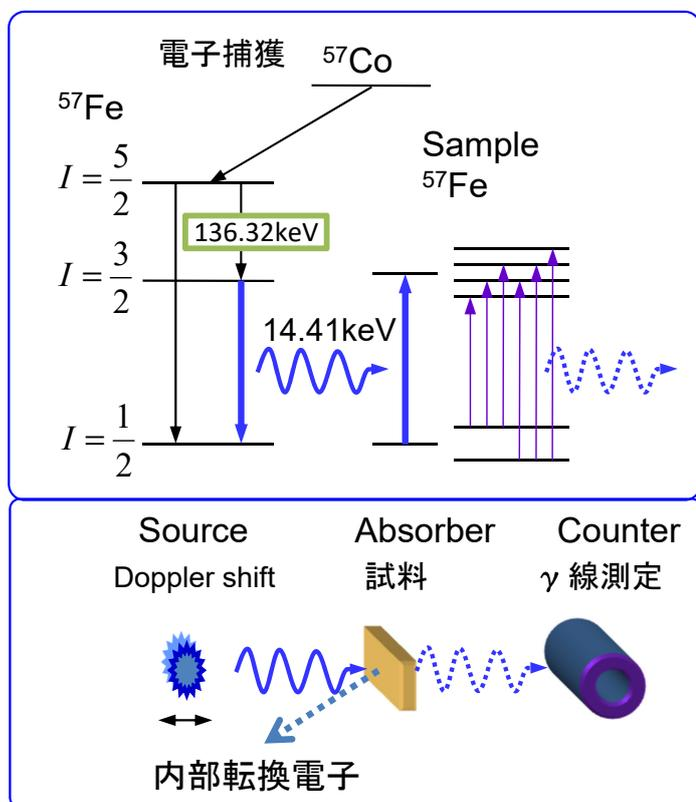
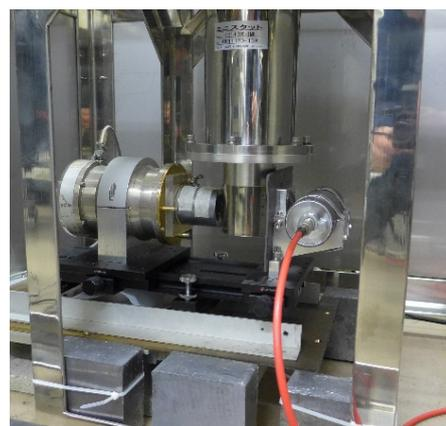

図1:  $^{57}\text{Fe}$ メスバウアー効果の測定原理
図2: メスバウアー効果測定装置(低温冷凍機)
**[原理]** メスバウアー効果とは、固体中の原子核がエネルギーの損失なしに $\gamma$ 線を放出・吸収する現象であり、特定の原子核について観測されています。 $\gamma$ 線源(Source)をドップラー効果により $\gamma$ 線エネルギーを変化させ、試料(Absorber)に照射します。透過型の測定では、試料を透過した $\gamma$ 線を計数して試料内原子の電子状態を反映した吸収スペクトルを得ます(図1、図2)。また $\gamma$ 線を吸収した原子核は、脱励起時に $\gamma$ 線とともに内部転換電子も放出します。この電子を計数する手法(内部転換電子法、CEMS)を用いると、基板上の薄膜など $\gamma$ 線が透過しない試料の計測が可能です。
実際の測定では $^{57}\text{Co}$ 線源を $\pm 10\text{mm/s}$ 程度の速度範囲で振動させ、ドップラーシフト( $v/c$ )で $\gamma$ 線のエネルギーを変化させます。自然鉄の透過計測数を線源の速度(エネルギーに対応)に対してプロットすると図3のようになります。図1に示すように強磁性体の鉄のスペクトルは、6本に磁気分裂します。